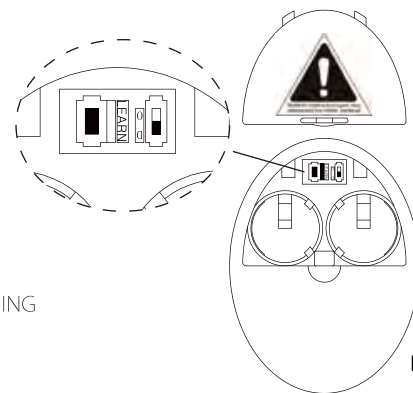

Fig. 21
ACTIVATION DU PROCESSUS D'APPRENTISSAGE(Fig. 21)
2. Après l'installation est terminée, l'alimentation C.A. est allumé dans les 30 secondes, appuyez sur le bouton LEARN et maintenez-le enfoncé pendant 3 secondes. Le ventilateur s'allume à vitesse moyenne et le lumière (s'il est installé) s'allume. Ceci confirme que le réglage SMART SYNC est actif et OK (FIG.21)
INTERRUPTEUR DE SÉLECTION DE LA FONCTION lumière (Fig.21)